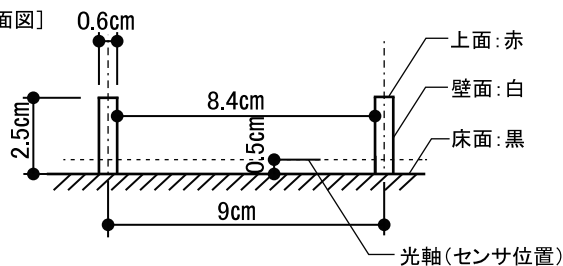
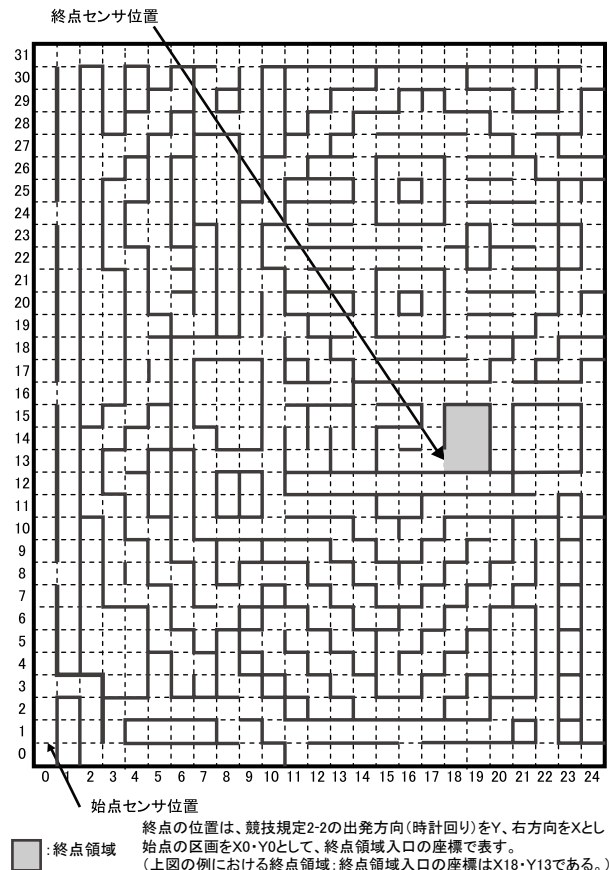

図 1 迷路の構造
図 2 センサ位置と終点領域入口の座標（例）
- 2-2** 迷路は9cm×9cmの単位区画から構成されるが、全体の大きさについては最大32×32区画とする。区画の壁の高さは2.5cm、厚さは0.6cmとする。（図1参照）
- 2-3** 迷路の始点は、四隅のいずれかにあり、時計回りに出発する。終点の位置や終点領域の大きさについて競技会ごとに定める。なお終点の位置は終点領域入り口の座標で表現する。（表現方法は図2参照）
- 2-4** 各単位区画の四隅にある0.6cm×0.6cmの小正方形部分を格子点と呼ぶ。終点領域内を除いたすべての格子点には少なくとも1つの壁が接している（図1参照）。また、迷路全体の外周の壁は全て存在する（図1、図2参照）。
光軸は水平であり、床面より0.5cmの高さにある（図1参照）。
・終点のセンサ 終点の入口部分（図2参照）